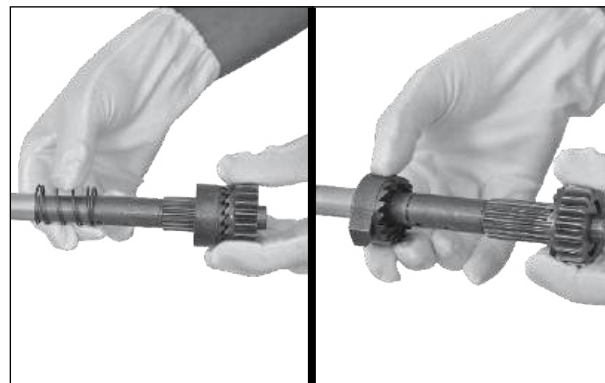

Fig. 3.158
- Remova a mola da catraca do pedal de partida e a catraca. (Fig. 3.158)